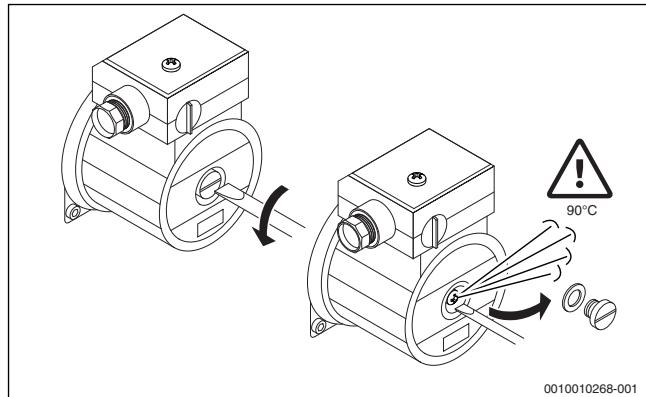

Рис. 13 Отворачивание винта удаления воздуха и проверка свободы вращения
- Осторожно отвернуть отверткой винт удаления воздуха, при необходимости снять его (→ рис. 13, стр. 18).
- ▶ Осторожно отвернуть отверткой винт удаления воздуха, при необходимости снять его. С помощью отвертки проверить подвижность двигателя насоса, т. е. путем вращения вала со шлицами, и только после этого запустить насос (→ рис. 13, стр. 18).